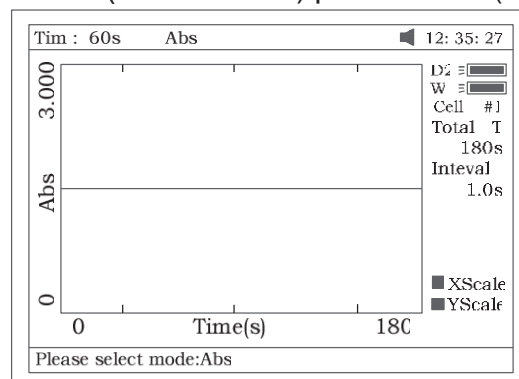

Fig 54
2. Seleccione el modo (“Abs” o “%T”) pulsando **F2** (Fig 54).